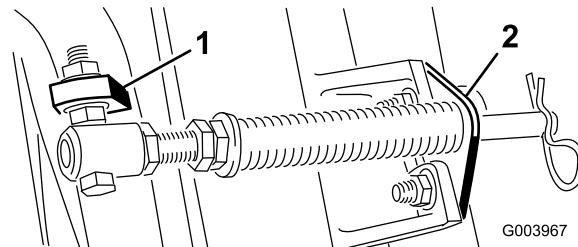

图5
- C. 将弹簧管栓安装到承载架的另一个凸耳上，并使用凸缘螺母固定。将螺栓头朝向凸耳外侧，如图5所示。
- D. 使用车身螺栓和螺母将杆支架固定到滚刀组凸耳上（图5）。